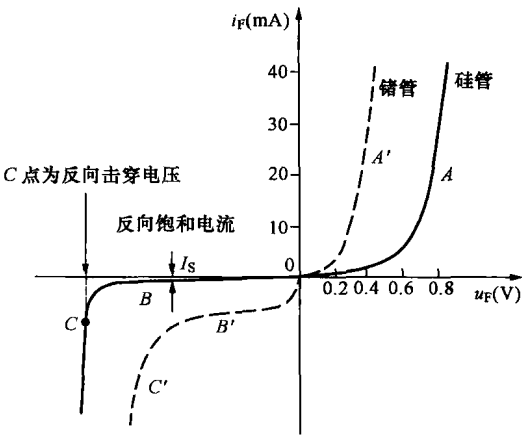

图 1-10 二极管伏安特性曲线
伏安特性是指二极管两端的电压 u 与流过二极管电流 i 的关系，如图 1-10 所示二极管的伏安特性曲线。
（1）正向特性。正向特性是指二极管加正向偏置电压，其电压与电流之间的关系。如图 1-10 中曲线 A 所示， u_F 为二极管外加电压， i_F 为二极管的电流。
（2）反向特性。反向特性是指二极管加反向电压时的伏安特性，如图 1-10 中曲线 B 所示。当二极管外加反向电压较小，并且反向电压 u_F 在一定范围内变化时，反向电流 i_F 几乎不变，
(3) 反向击穿特性。二极管反向外加电压 u_F 继续增大，当超过某一特定电压值时，反向电流将急剧增大，这种现象称为反向击穿。如图 1-10 的 C 点电压，发生击穿时的电压称为击穿电压，用 U_{BR} 来表示。普通二极管外加反向电压超过 U_{BR} 后，二极管将损坏，失去单向导电性，不可修复。反向击穿电压可以从晶体管手册中查阅，使用中不可超过其反向击穿电压。